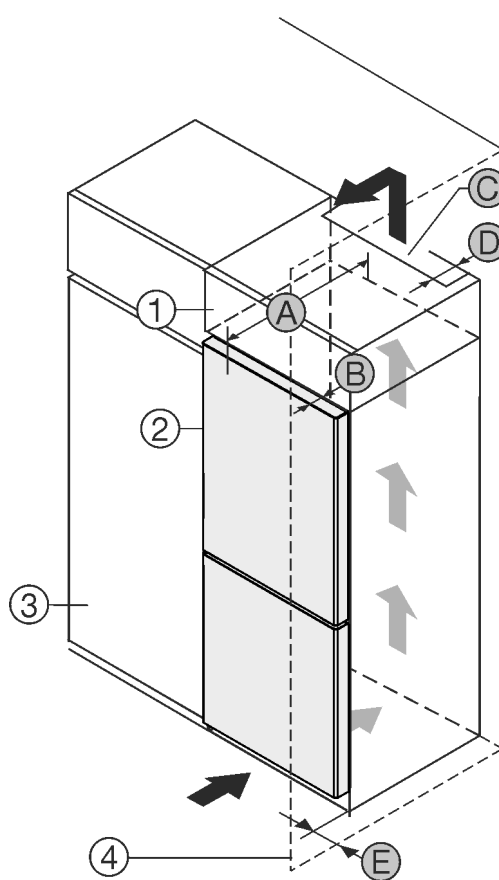

Fig. 1
Můžete přístroj nainstalovat přímo vedle kuchyňské skřínky Fig. 1 (3)*
Na zadní straně nastavné skřínky musí být větrací šachta hluboká Fig. 1 (D) přes celou šířku nastavné skřínky.*
Pod stropem místnosti musí být dodržen ventilační průřez Fig. 1 (C)*
Když přístroj instalujete závěsy vedle stěny Fig. 1 (4), musí být vzdálenost mezi přístrojem a stěnou minimálně 13 mm.*
Když přístroj instalujete závěsy vedle stěny *Fig. 1 (4)*, musí být vzdálenost mezi přístrojem a stěnou minimálně 20 mm.*
Aby bylo možné dvířka plně otevřít, musí přístroj přesahovat o hloubku dvířek *Fig. 1 (B)* vůči přední linii kuchyňské skříňky. V závislosti na hloubce kuchyňských skříněk *Fig. 1 (3)* a použití vymezočů odstup od stěny může přístroj vyčnívat dále.*